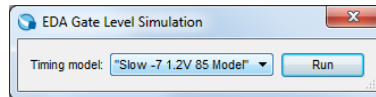

Figura 15 – Especificação do modelo temporal da simulação (*speed grade* da FPGA, tensão de alimentação e temperatura do dispositivo).
10. Execute a ferramenta de simulação “*Questa Intel FPGA Starter Edition*”, através do menu “*Tools → Run Simulation Tool → Gate Level Simulation...*”. Selecione o modelo temporal da simulação “*Slow -7 1.2V 85 Model*” e clique em “*Run*” (Figura 15).